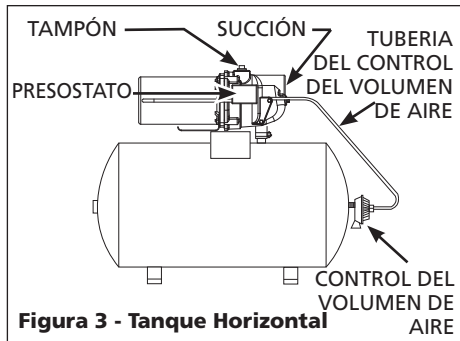

Figura 3 - Tanque Horizontal
1. Retire el tapón para cebar (Figura 3 en la página 26).